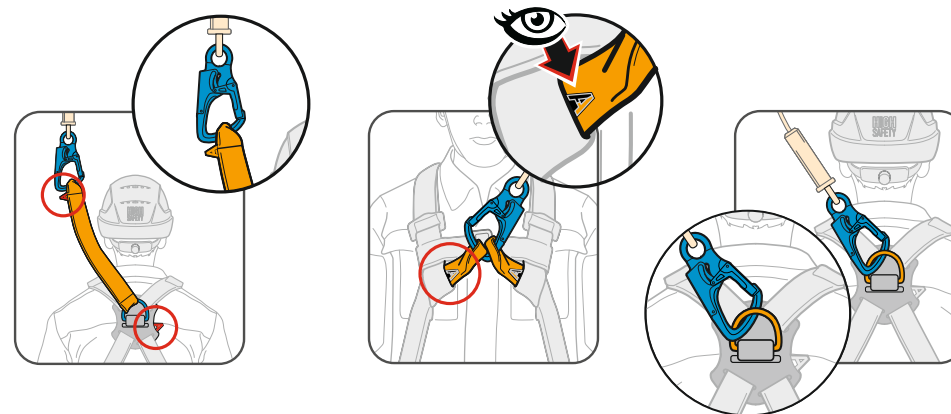

Рис. 13 Соединение СЗВТ KLĚN с точками крепления на привязи.
8. Присоединить СЗВТ карабином класса В к одной из анкерных проушин на головной части треноги. А затем соединить СЗВТ карабином класса Т с точкой крепления на привязи с маркировкой «А» (буква «А» должна быть полностью закрашена) (**рис. 13**) (например, D-образное кольцо на спине).